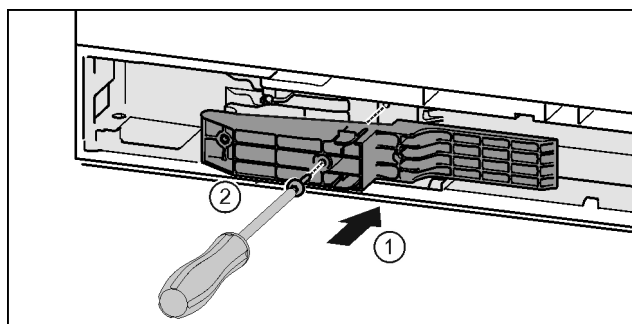

Fig. 45 *
- Adaptér na straně madla vložte do vybrání. Fig. 45 (1)*
- Šroubovákem T15 pevně utáhněte šrouby. Fig. 45 (2)*